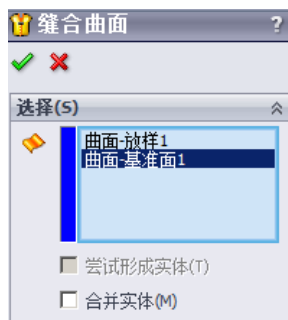

图 5.6.2 “缝合曲面”对话框
Step2. 选择命令。选择下拉菜单 **插入(I)** → **曲面(S)** →  **缝合曲面(F)...** 命令，系统弹出图 5.6.2 所示的“缝合曲面”对话框。